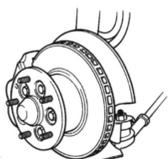

Fig. 2
- 6b. Type à support extérieur (Fig. 2). Défaire et déposer la roue portant l'écrou de retenue, ensuite sortir l'ensemble moyeu/disque. Déposer le disque de sur le moyeu.
- 6b Tipo con supporto esterno (Fig. 2). Allentare e rimuovere il dado di fissaggio dal cuscinetto della ruota, poi estrarre il mozzo della ruota o il disco del freno. Togliere il disco dal mozzo.